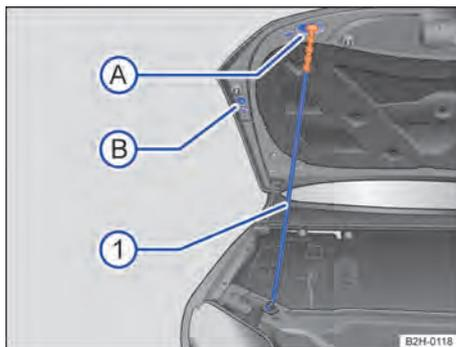

Fig. 166 Fixar a tampa do compartimento do motor com a haste de sustentação.
- Desencaixar a haste de sustentação colorida no punho, no lado direito do painel dianteiro → Fig. 166 ① → ⚠.
- Introduzir a haste de sustentação colorida no punho, no suporte → Fig. 166 ① ou ②.